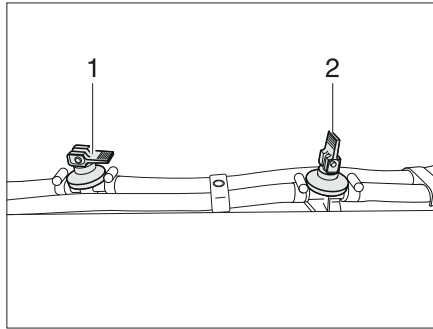

Bild 359 Ablasshahn
- Alle Ablasshähne öffnen. Dazu den Kippschalter (im Bild 359,2) senkrecht stellen.